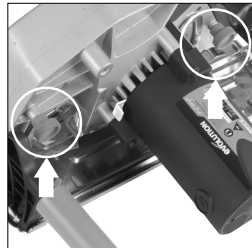

Fig. 1
2. Verwijder de spaanopvang van de machine door de (2) grote duimschroeven los te maken. (Fig. 1)